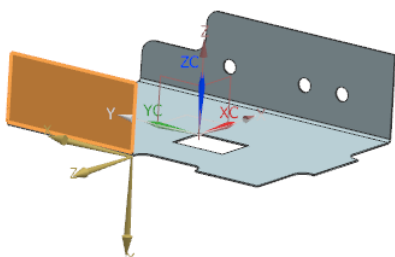

图 5-50 选择草图工作平面
(1) 选择“菜单(M)”→“插入(S)”→“切割(T)”→“法向除料(N)”，或者单击“主页”选项卡“特征”面组上的“法向除料”按钮 ，打开“法向除料”对话框，单击“绘制截面”按钮 ，打开“创建草图”对话框。在视图区选择草图工作平面，如图 5-50 所示。